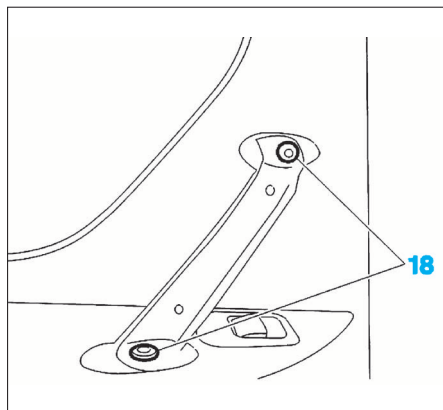

FIG. 55
- les vis (18) de fixation du support de la poignée (Fig.55).